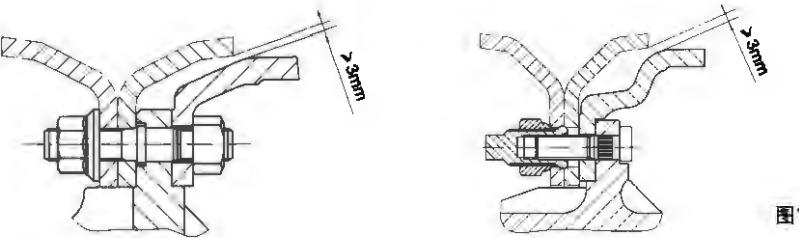

图16
- (4) 制动鼓内置式的锁紧螺母为自锁螺母, 最多只能装拆两次, 之后必须更换。
- (5) 车轮轮辐与制动鼓的径向间隙要求如图16所示, 两者决不能相碰。